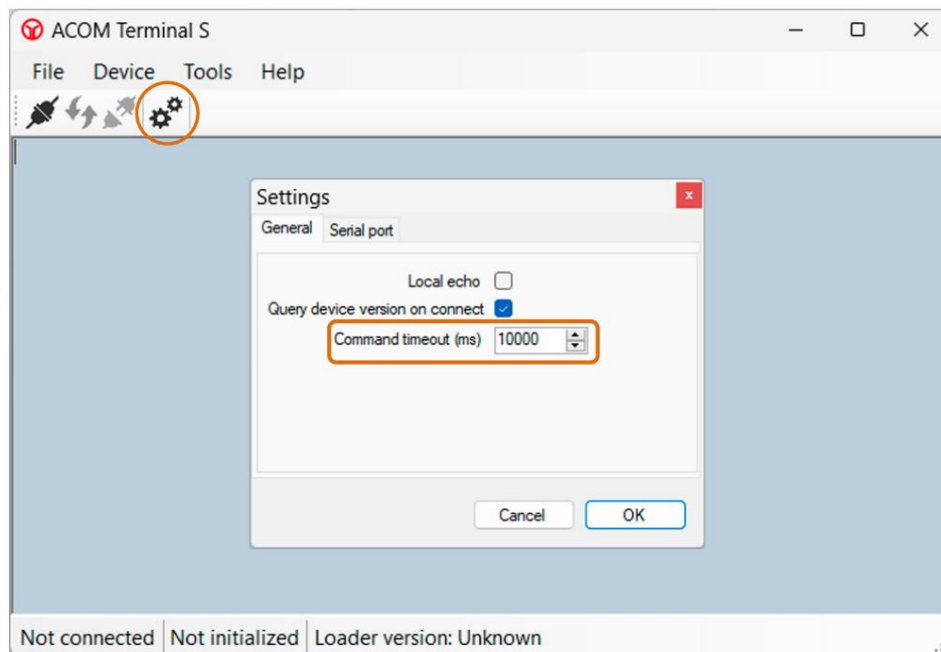

Figure 7-14 | Terminal S - Outils -> Paramètres -> Menu général
- Ouvrez la **fenêtre** Paramètres en cliquant sur l' **icône** Paramètres (deux engrenages) ou utilisez Outils -> Paramètres Depuis la barre de menus. Dans la **fenêtre** Paramètres -> onglet Général, configurez les paramètres comme indiqué dans la **Figure 7-14 | Terminal S - Outils -> Paramètres -> Menu Général** :